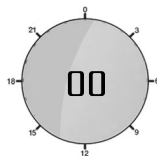

Рисунок 10. Начальная индикация в режиме программирования таймера
Нажмите клавишу меню ☰ (1) для возврата в режим программирования таймера, на дисплее появится индикация «00» (рис. 10).